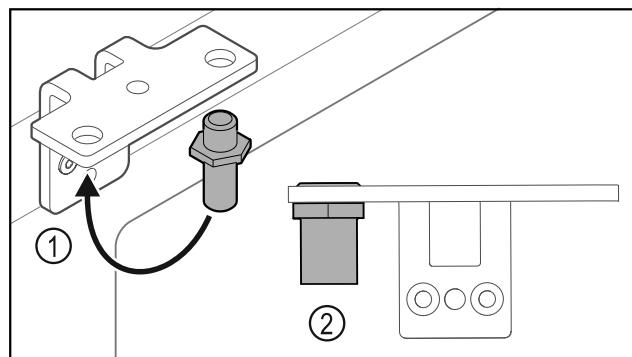

Fig. 30
- ▶ Перемістити палець Fig. 30 (1) у шарнірному кутику.
- ▶ Затягнути палець Fig. 30 (2) з **обертальним моментом 12 Нм.**